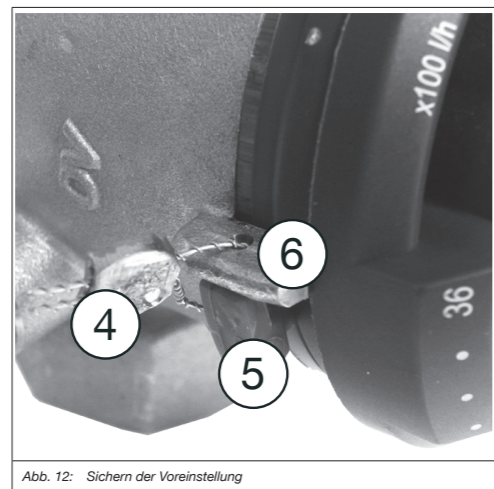

Abb. 12: Sichern der Voreinstellung
1. Blockkiering (3) entfernen.
2. Handrad (2) drücken und drehen, bis die Sollwert-Markierung (1) auf den gewünschten Durchflusswert zeigt (Handrad schnappt danach in Verzahnung zurück).
3. Blockkiering (3) wieder einsetzen.
Optional kann der Blockkiering (5) mit dem Plombiersatz (4) (Zubehör, Art.-Nr. 1089091) an der Sollwert-Markierung (6) plombiert werden (siehe Abb. 12)